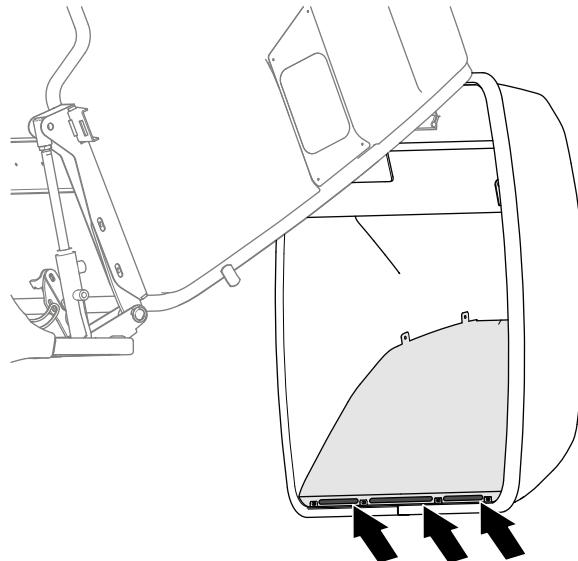

Bild 141
6. Entfernen Sie Gras und Rückstände von den Schlitzen in der Unterseite der internen Metallplatte der Fangboxklappe mit Druckluft (Bild 141).